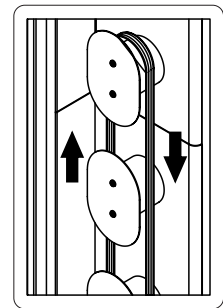

Figura 3
- 2- Passar os cordões no lado externo do tubo guia do organizador e retornar pelo lado interno do tubo guia do organizador (figura 3) acima conforme necessidade ou posicionamento do DIO desejado (de acordo com o comprimento do cordão).